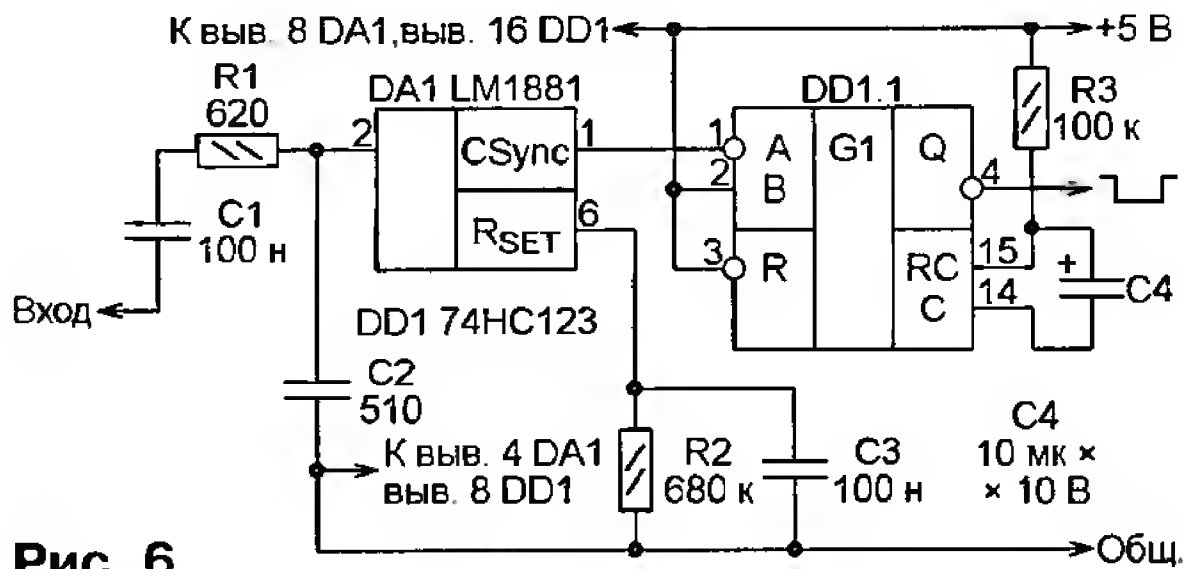

Рис. 6
**Детектор наличия видеосигнала** (рис. 6 <<http://homepage2.nifty.com/junz/lanc2/schem.gif>>). В нём микросхема DA1 выделяет из входного видеосигнала синхросмесь CSync. Пока синхронизирующие импульсы присутствуют на входе А одновибратора DD1.1, он постоянно перезапускается. Поэтому импульс низкого логического уровня на его выходе, начавшись с первым синхроимпульсом, заканчивается